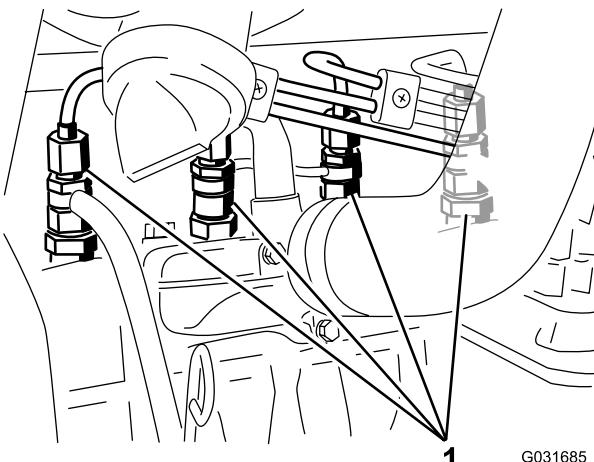

Figura 44
- Liberte a tubagem que se encontra ligada ao injetor nº 1 e à estrutura de suporte da bomba de injeção (Figura 44).